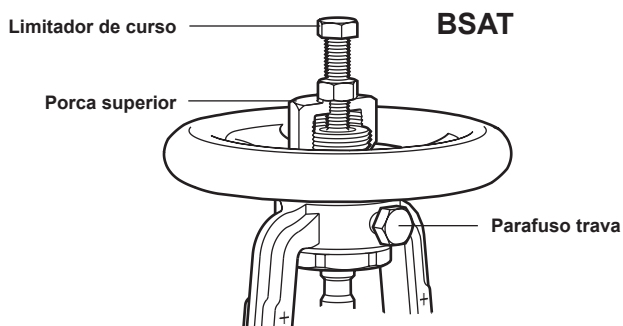

Fig. 8
- 5.4** As válvulas BSAT são equipadas com um plugue de válvula de estrangulamento para permitir um controle próximo ao abrir a válvula. O número de voltas abertas afetará a vazão através da válvula. Quando a vazão correta for obtida, certifique-se de que o parafuso de travamento e o limitador de curso (consulte a Fig. 8) estejam apertados. Isso minimizará qualquer vibração.